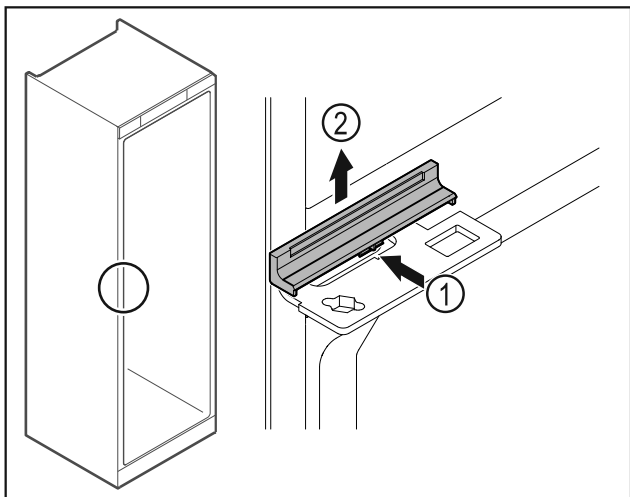

Fig. 42
- Shtypni kapakun mbulues Fig. 42 (1) lehtë në mes dhe hiqeni nga lart Fig. 42 (2).